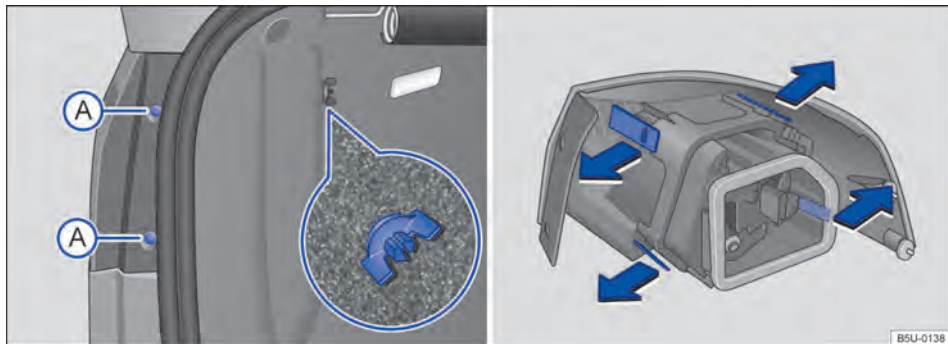

Fig. 113 Na carroceria: remover a lanterna traseira e suporte das lâmpadas.
3. Remover os parafusos de fixação → Fig. 113 .
4. Soltar o parafuso borboleta → Fig. 113 (lupa) e retirá-lo, segurando, ao mesmo tempo a lanterna traseira.
8. Para destravar o suporte das lâmpadas, pressionar cada lingueta de travamento no sentido das setas → Fig. 113.